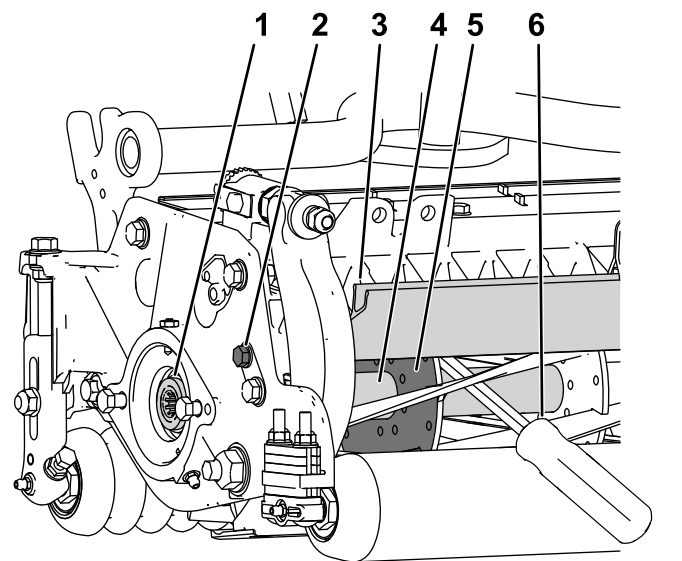

Figura 28
1. Allentate il bullone del deflettore sul lato sinistro dell'apparato di taglio e sollevate il deflettore posteriore (Figura 28).
2. Inserite un piede di porco con manico lungo ($\frac{3}{8}$ " x 12" raccomandato con manico a cacciavite) attraverso la parte posteriore del cilindro di taglio, più vicino al lato dell'apparato di taglio da serrare (Figura 28).
3. Posizionate il piede di porco contro il lato di saldatura della piastra di supporto del cilindro (Figura 28).